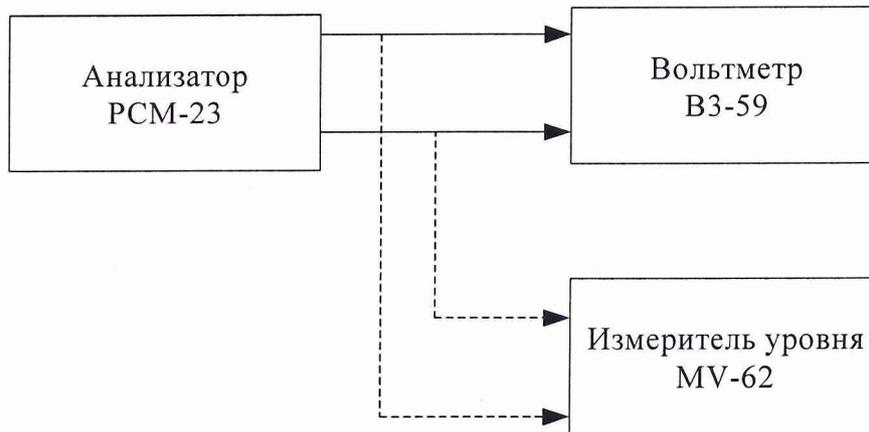

Рис.8.14.
8.3.14.1. Определение основной погрешности установки уровня шумового сигнала и ее зависимость от его значения осуществляется вольтметром ВЗ-59 и измерителем уровня MV-62 (рис.8.14).